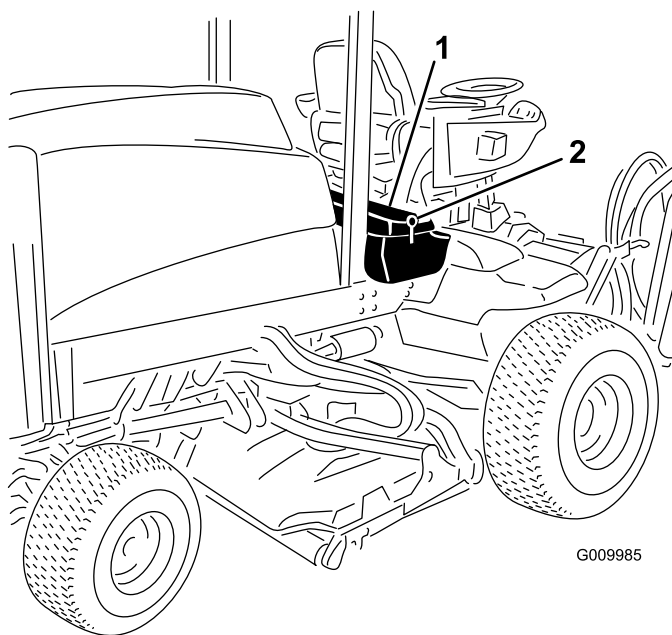

Figure 36
1. Déverrouillez et soulevez le panneau de la console (Figure 36).